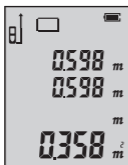

рис. 1
**Шаг 1:** Измерьте первую область, как показано на рис. 1.